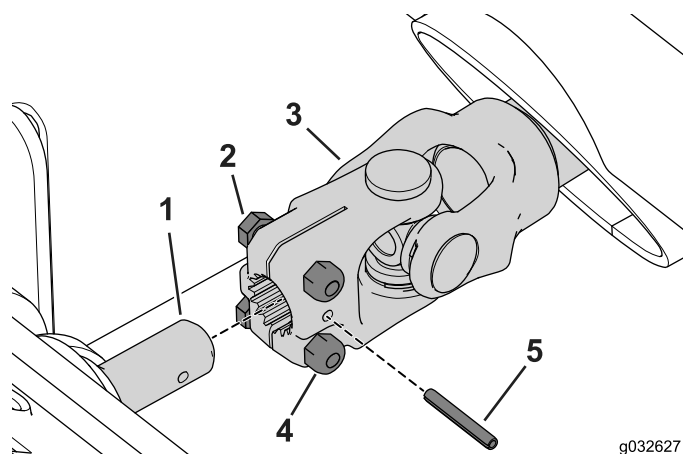

Figure 102
2. Enlevez la goupille cylindrique et desserrez les 2 boulons qui fixent l'arbre d'entraînement à l'arbre du boîtier d'engrenages (Figure 102).